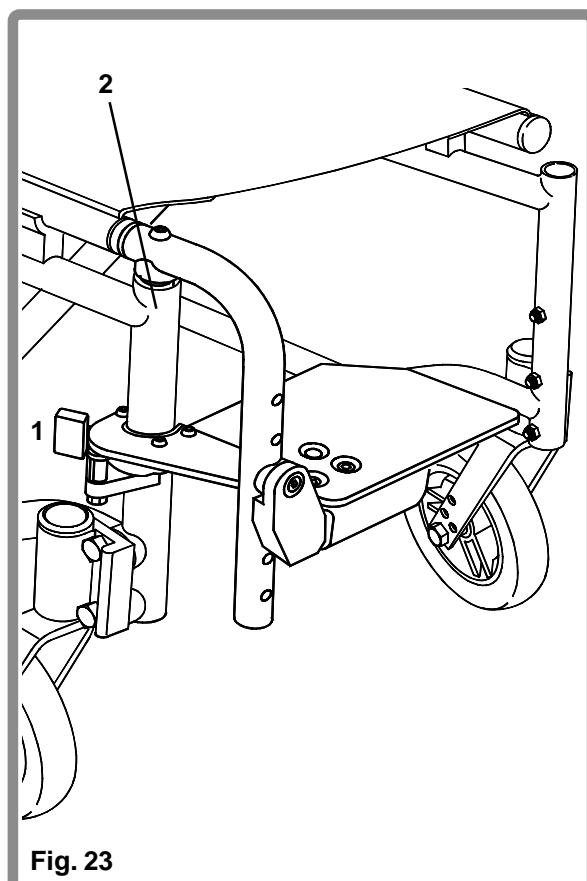

Fig. 23
Voor het ontgrendelen van een beensteun (Fig. 23), duwt u de ontgrendelhendel (1) naar het frame (2) toe, en draait u de beensteun naar buiten. Voor het verwijderen van een beensteun, tilt u de beensteun verticaal uit de geleider.